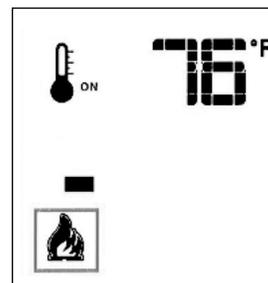

Figure 15.8. Niveau de flamme 1.
- Avec le système allumé (ON) et le niveau de flamme du brûleur au maximum, appuyez une fois sur la touche flèche vers le bas pour réduire la hauteur de la flamme d'un pas. Chaque fois que vous appuyez sur la touche « Down » (Bas), la flamme diminue jusqu'à ce que le brûleur soit définitivement éteint. *Figure 15.8.*
- La touche flèche vers le haut augmente la hauteur de la flamme chaque fois qu'elle est enfoncée. Si vous appuyez sur la touche flèche vers le haut alors que le système est en marche mais que la flamme est éteinte, la flamme s'allumera en position haute, comme indiqué sur les figures 15.8 - 15.10. Un seul « bip » confirmera la réception de la commande.